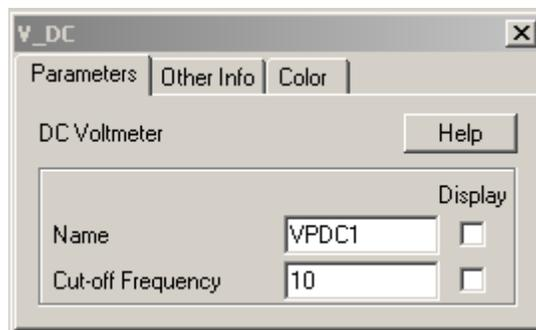

Figura 6: Menu para a definição da frequência de corte (“**Cut-off Frequency**”).
- a. No menu “**Elements**→**Others**→**Probes**” existem medidores de tensão e corrente CC (medidores de valor médio), tensão e corrente CA (em valor eficaz verdadeiro), wattímetro, medidor de fator de potência (que funciona também com correntes distorcidas), medidor de VAR, etc. (Figura 5). Salienta-se que todos os medidores possuem um filtro onde a frequência de corte (FC) (“**Cut-off Frequency**”, vide Figura 6) deve ser especificada. Valores baixos de FC implicam em longo tempo de acomodação do sinal medido. Valores elevados fazem com que o sinal se estabilize mais rapidamente, porém aparece uma ondulação no sinal do medidor. O valor correto pode ser obtido por tentativa e erro.